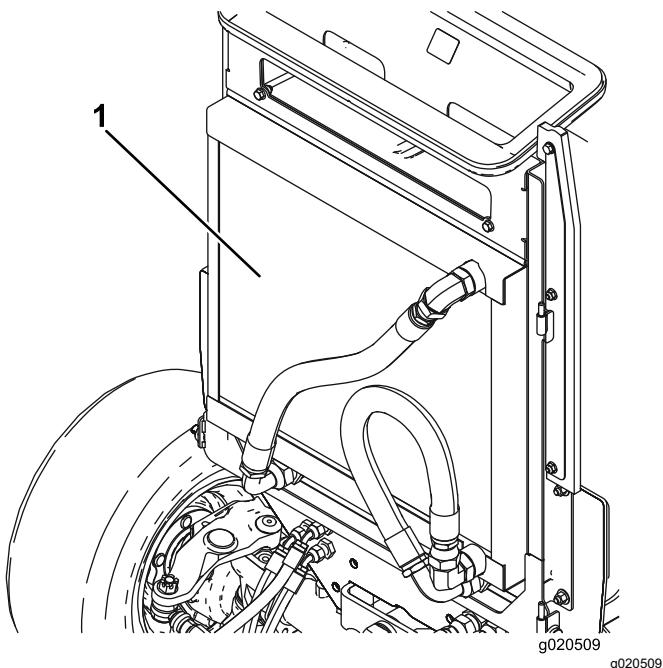

Bild 112
4. Reinigen Sie beide Seiten des Ölkipper und des Kühlers gründlich mit Druckluft (Bild 112).